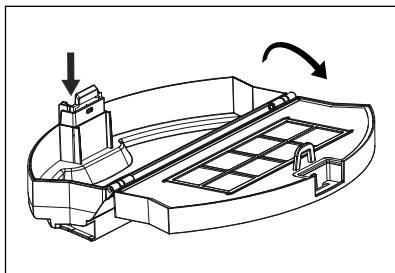

Fig. 8
- 2) Appuyez sur la touche de déverrouillage 15 du bac à poussière 16 et ouvrez-le en relevant le couvercle (voir fig. 8).